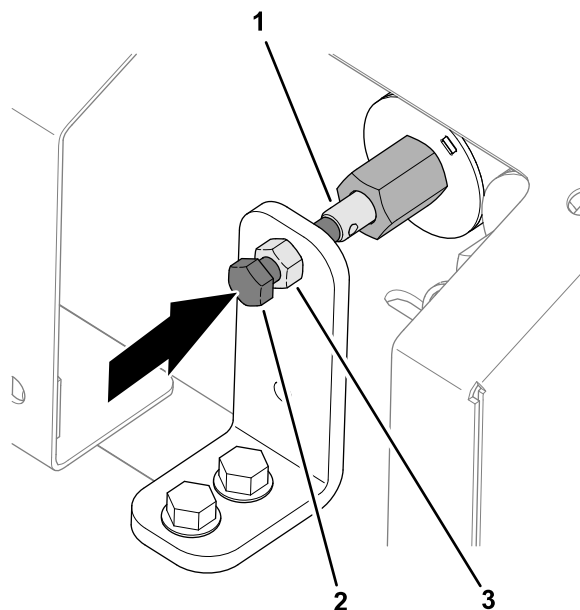

Figura 35
- 1. Allentate il controdado in corrispondenza della staffa del sistema di esclusione (Figura 35).
2. Ruotate la vite a testa esagonale del sistema di esclusione della valvola in senso orario per aumentare la velocità del piano (Figura 35).